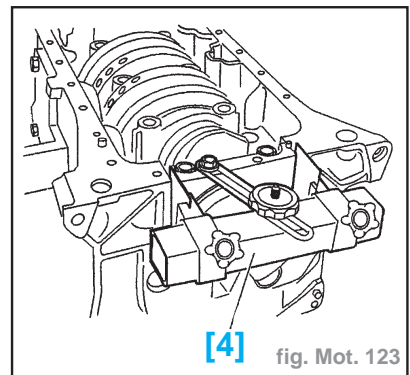

fig. Mot. 123
- Les joints latéraux (17) doivent avoir un minimum de dépassement d'environ 1 mm.
- Positionner le palier sur les bagues de centrage (fig. Mot. 123).